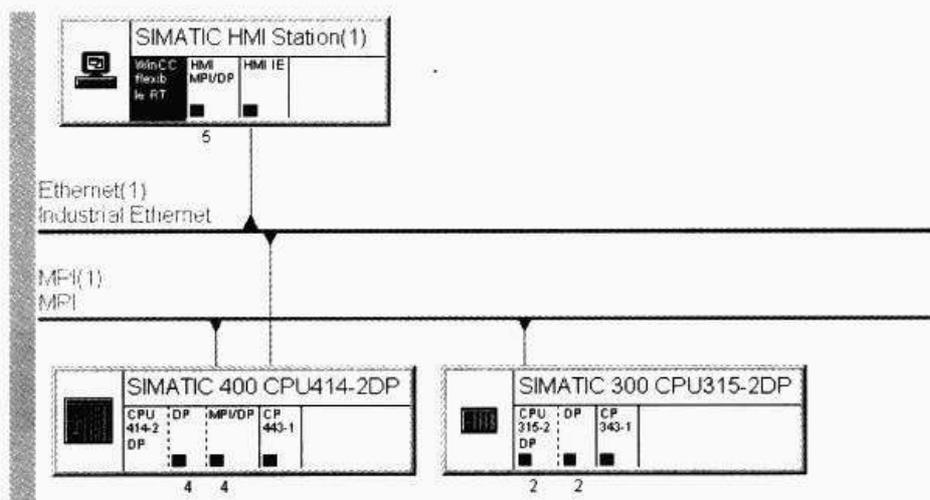

图 14-10 选择 CPU 版本
假设有一个 400 PLC 站点,一个 300 PLC 站点,和一个 MP277 10" 触摸式的操作面板。将面板通过以太网方式和 400 PLC 站点连接在一起,400 PLC 和 300 PLC 站点之间通过 PLC 自带的 RS485 接口连接。连接图如图 14-10 所示。
在图 14-10 中, SIMATIC HMI 站(1)(MP 277 屏)和 SIMATIC 400 PLC 之间有实际的以太网物理连接,可以直接通讯,但是 SIMATIC HMI 站(1)和 SIMATIC 300 PLC 之间并没有直接的物理线路相连接。如果希望 SIMATIC HMI 站(1)也可以和 SIMATIC 300 PLC 进行通讯,用户可以分别对 400 PLC 和 300 PLC 站点进行通讯编程,将 300 PLC 站点需要和 HMI 站点之间通讯的数据全部传送给 400 PLC,这是一种方式。当然,如果用户使用的这个 400 PLC 支持路由功能(本例中使用的 CPU 414-2DP 支持路由功能),则用户可以直接对 HMI 站点在 STEP 7 下进行组态,建立 HMI 站点和 300 PLC 之间的路由通讯。
- ① 首先打开 STEP 7,在主页面上插入 400 PLC、300 PLC 和 HMI 站点。
- ② 然后,分别对 400 PLC 和 300 PLC 进行硬件配置。
- ③ 打开 Netpro,在 Netpro 中将 HMI 站点、400 PLC 和 300 PLC 按照图 14-10 所示建立连接。